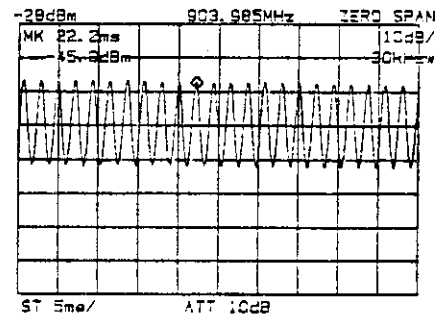

図 4-12 マーカを復調波のピークに置き、その時間表示を読み取る
手順⑪ マーカを復調波のピークに置き、その時間表示をメモします (図 4-12)。